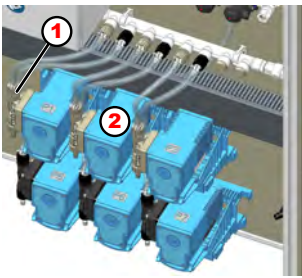

Fig. 5 : Affectations produit
1. ► Brancher les tuyaux aux raccords pour flexibles correspondants (Fig. 5 , repère 1) des pompes (Fig. 5 , repère 2) avec les colliers de serrage inclus.